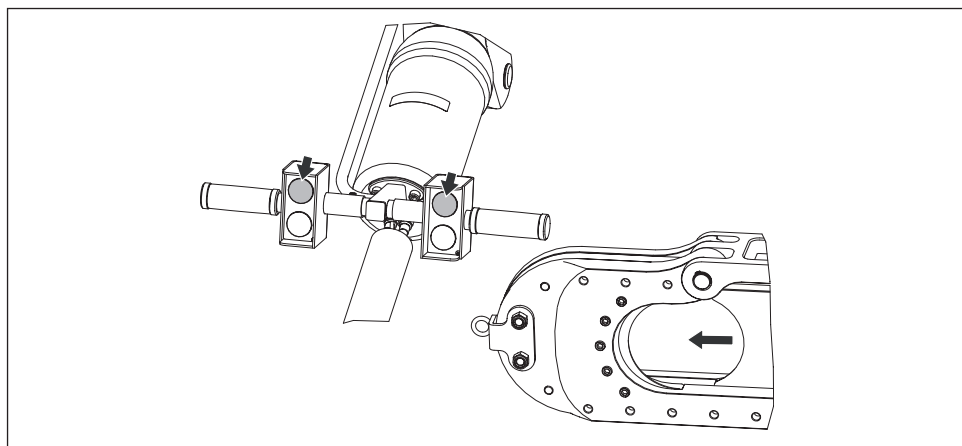

图 9，运行 - 向前/切割
- 按下并按住两个前进按钮，可使活塞前进并使移动刀片向前滑动。参见图 9。